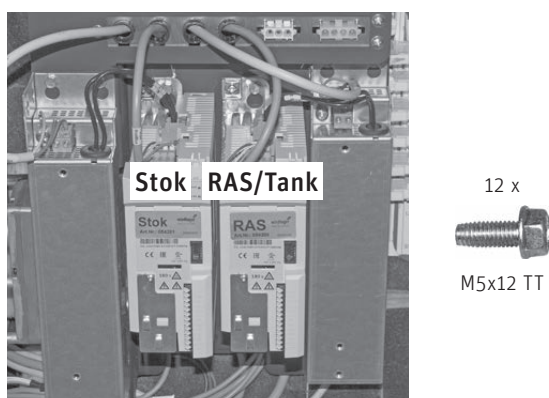

Fig.103 Montare e inserire i convertitori di frequenza
- ▶ Montare il convertitore di frequenza con la denominazione Stok (FU1) a sinistra e il convertitore denominato RAS risp. Serbatoio (FU2) a destra con 2 viti M5x12 TT ciascuno e inserirli – Fig. 103.